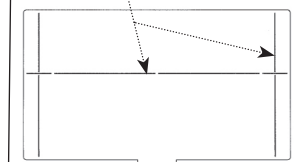

Fig. 9
- b. If additional space is required for devices greater than 1.7"(43 mm) in depth but not exceeding 2.9"(73 mm) depth attach (6) standoffs (b1) to mounting bracket (f). Depths measured from device mounting surfaces.
- c. Insert divider (b) between power side and data side. For 50/50 (Fig. 6) combinations insert divider tab into slot (c), Fig. 8. For 60/40 combinations (Fig. 7), break off ends of the divider along scores (See Fig. 9) and insert into slot (d), Fig. 8. For shallow depth applications break off top edge of divider plate.
- b. S'il faut plus d'espace pour les dispositifs de plus de 43 mm, mais n'excédant pas 73 mm de profondeur, fixer (6) éléments (b1) au support de montage (f). Calculer la profondeur à partir de la surface de montage du dispositif.
- c. Insérer le séparateur (b) entre les compartiments d'énergie et de données. Pour une répartition 50/50 (Fig. 6), insérer le séparateur dans la fente (c), Fig. 8. Pour une répartition 60/40 (Fig. 7), casser les extrémités du séparateur le long des marques (consulter la Fig. 9) puis insérer dans la fente (d), Fig. 8.
- b. Si necesita espacio para los dispositivos por más de 43 mm hasta 73 mm máximo de profundidad, fijar (6) elementos (b1) al soporte de montaje (f). Calcular la profundidad a partir de la superficie de montaje del dispositivo.
- c. Colocar el separador (b) entre los lados de alimentación y datos. Para combinaciones 50/50 (Fig. 6), colocar la lengüeta de separación en la ranura según la Fig. 8 (c). Para combinaciones 60/40 (Fig. 7), cortar los extremos del separador siguiendo las líneas (ver Fig. 9) y colocarlo en la ranura según la Fig. 8 (d).